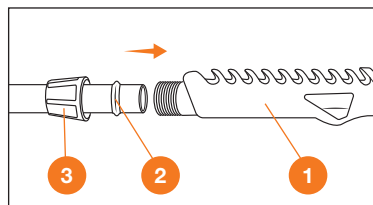

Рис. 6
6. Присоедините рукоятку управления **1** к шлангу опрыскивателя **2** и зафиксируйте накидной гайкой **3** (Рис. 6).